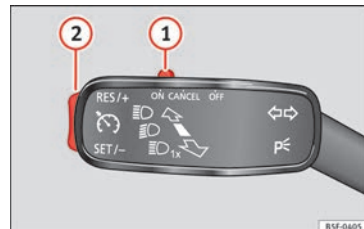

Bild 39 Till vänster om rattstäng: Knappar och reglage för användning av farthållarsystemet
- Slå på farthållarsystemet: Flytta reglaget » **bild 39 ①** till **ON**. Systemet är på. Om ingen hastighet har programmerats in kommer systemet inte att kontrollera det.
- Aktivera farthållarsystemet: Tryck på knappen » **bild 39 ②** i **SET/-**-området. Den nuvarande hastigheten memoreras och regleras.
- Stänga av farthållarsystemet tillfälligt: För reglaget » **bild 39 ①** till **CANCEL** eller tryck ner bromspedalen. Farthållarsystemet stängs av tillfälligt.
- Återaktivera farthållarsystemet: Tryck på knappen » **bild 39 ②** **RES/+**. Den memoriserade hastigheten sparas och kontrolleras igen.
- Stänga av farthållaren: Flytta reglaget **» bild 39 ①** till **OFF**. Systemet kopplas från och den memorerade hastigheten raderas.